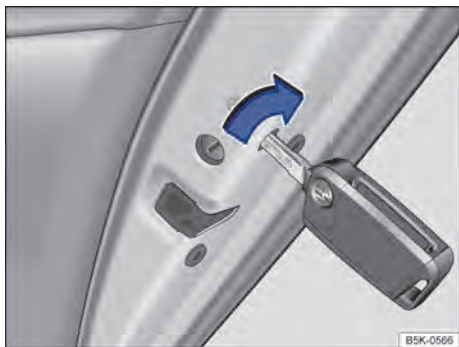

Fig. 62 En el frontal de la puerta trasera derecha: bloqueo de emergencia del vehículo con la llave de este.
- Introduzca el paletón de la llave en la ranura y gírelo en sentido de las agujas del reloj para el caso de la puerta del lado del acompañante y puerta trasera derecha; gírelo en sentido contrario a las agujas del reloj para la puerta trasera izquierda → fig. 62.